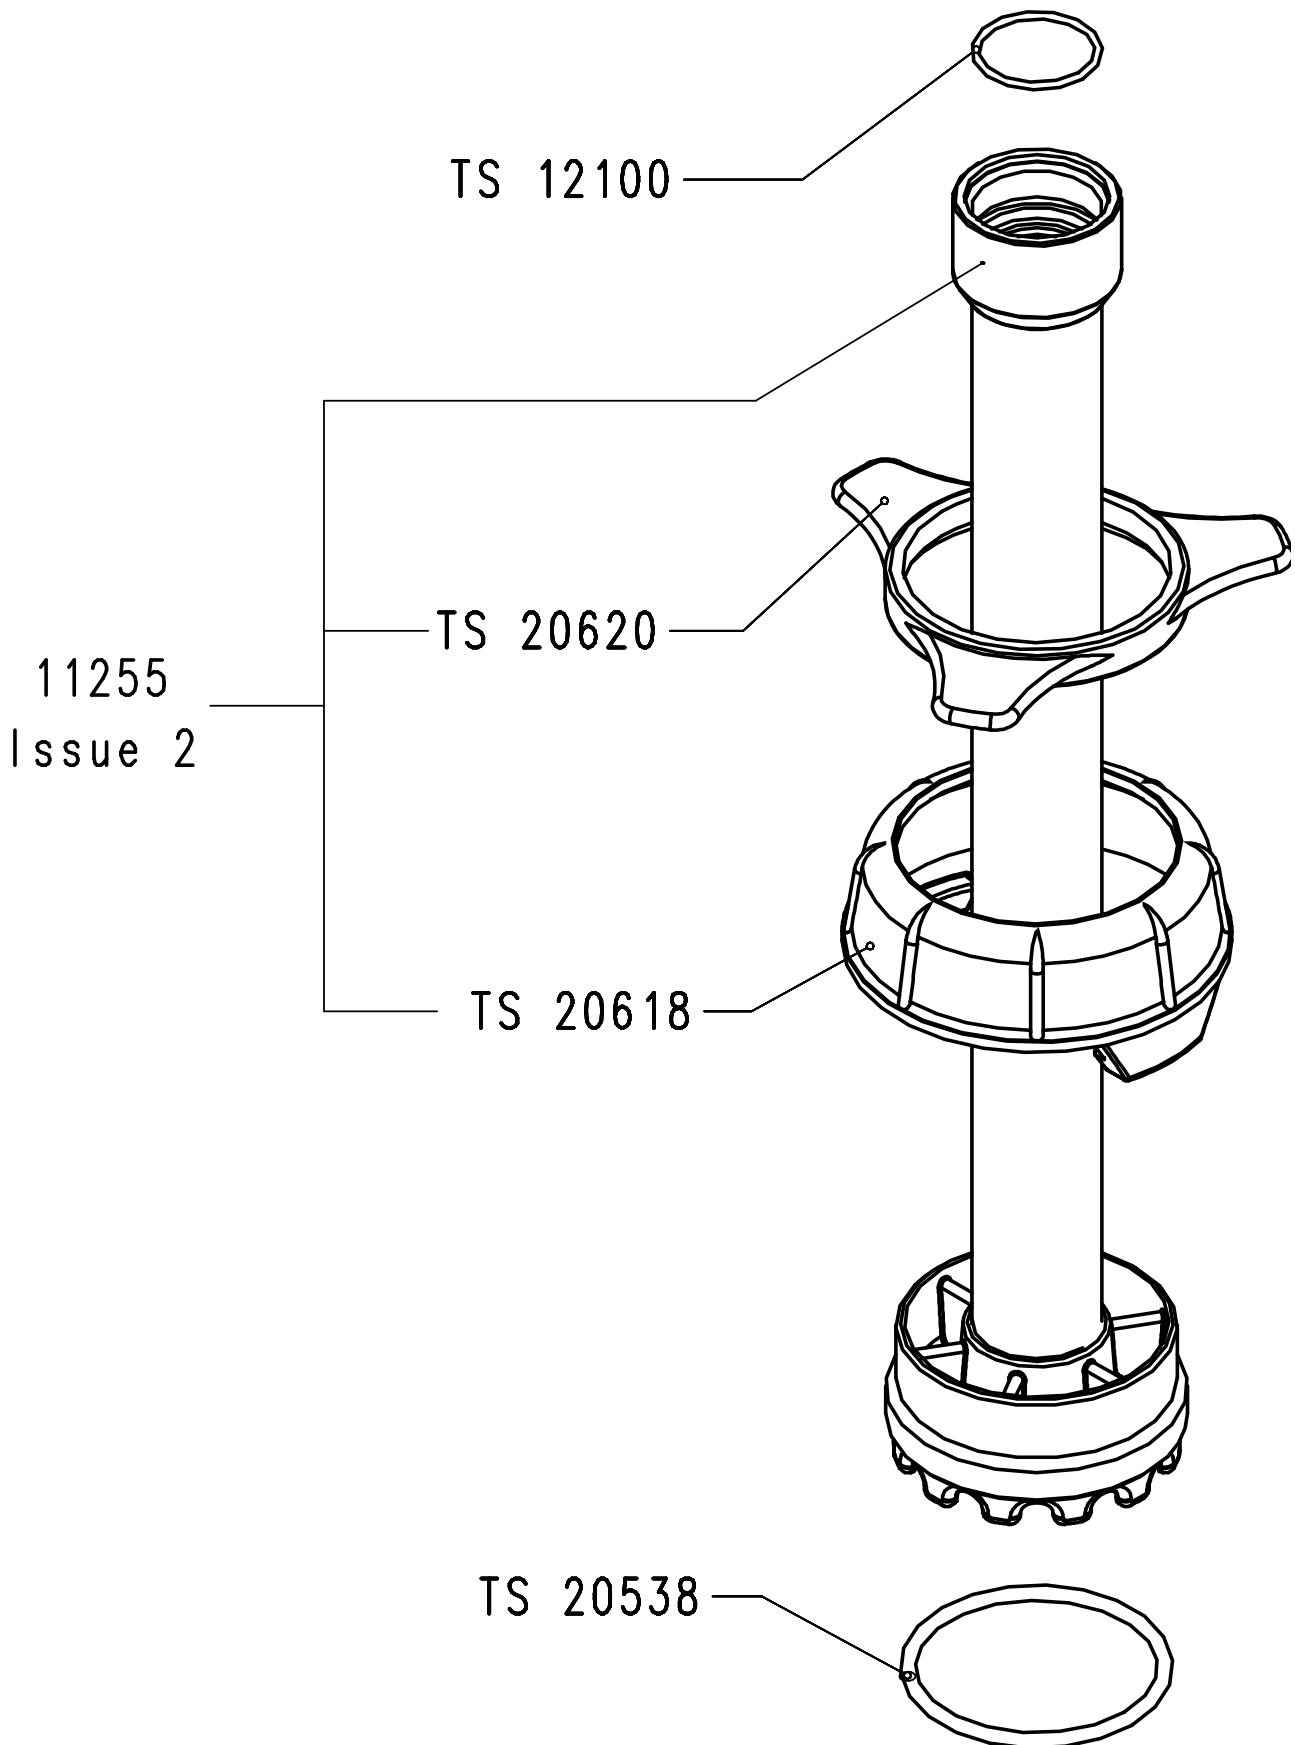

Рисунок 13-6: защитная трубка SS1-Q2 TS 10187, запчасти
- Рисунок 13-6: защитная трубка SS1-Q2 TS 10187, запчасти